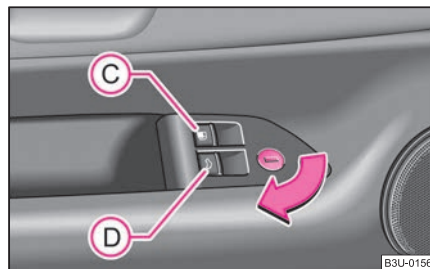

Abb. 24 Türinnenteil Fahrerseite: Schalter zum Öffnen der Tankklappe und der Gepäckraumklappe
- Ziehen Sie den Schalter **(C)** ⇒ Seite 36, Abb. 24.
- Ziehen Sie den Schalter **(D)** ⇒ Seite 36, Abb. 24.
- Drehen Sie den Hauptschlüssel im Schloss in Pfeilrichtung ⇒ Seite 36, Abb. 24.